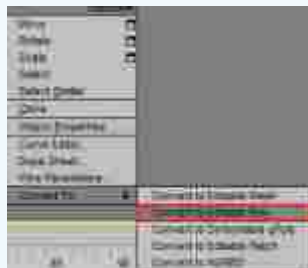
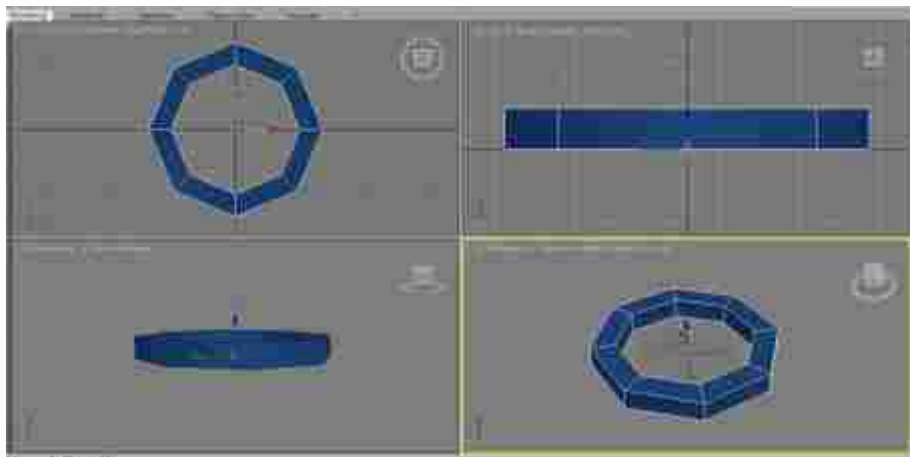

图2-6 转换成可编辑的多边形物体
图2-7 视窗显示的调整物体
(3) 调整圆管各视图的视窗大小，适度调整圆管模型外部及内部半径的结构，然后在模型上单击右键，在弹出对话框中单击转换按钮，如图2-6所示。将坐标圆管转化成可编辑的多边形 (Poly) 物体，如图2-7所示。